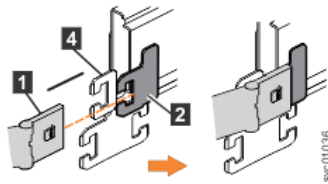

Figura 74. Instale o conector interno do CMA superior para o membro interno do trilho de suporte
2. Instale o conector interno do conjunto de CMA superior (1) no membro interno do trilho de suporte esquerdo (2), conforme mostrado em Figura 74 na página 69.